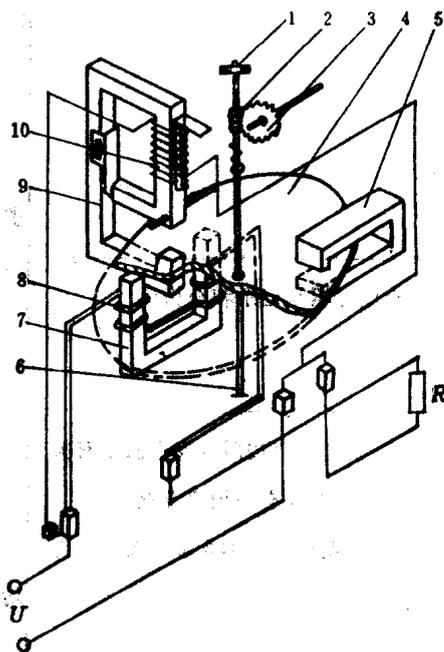

图1 单相电度表结构示意图
(1) 熟悉单相电度表的工作原理和结构(见图1)。
(2) 熟悉该仪表的检定规程,并准备好检定规程所规定的调压器、稳压器、标准互感器等。
(3) 准备检定规程规定的原始记录及合格证。
(4) 常用的仪表和电工工具等。